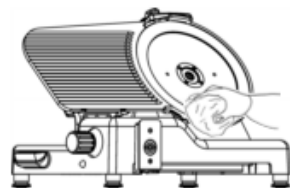

Abb. 31
- Reinigen Sie die Messerabdeckung (2) und das Messer (1) mit einem feuchten Tuch und neutralem Reiniger (Abb. 31).